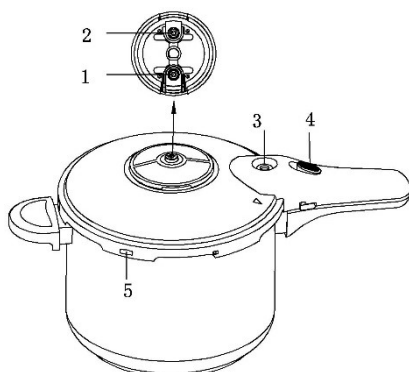

Fig.6
1). Regulátor tlaku: Pokud tlak uvnitř dosáhne běžného pracovního rozsahu, regulátor tlaku uvolní další páru. **Pracovní tlak je 100kPa;** Fig.6